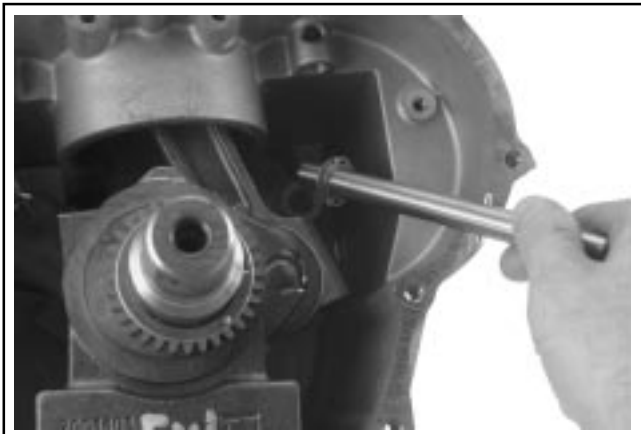

Figure 8-41. Dépose de l'arbre à cames du côté échappement et de la rondelle de butée fendue.
3. Tirer l'arbre à cames du côté échappement et la rondelle de butée fendue hors du carter. Voir la Figure 8-41.